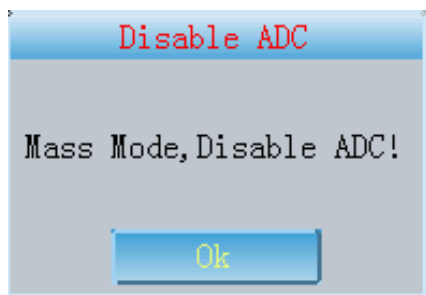

Fig. 13-10-2
- 3 Cliquer **MASS** et l'électrographe entre dans l'interface principale. En mode MASS mode, cliquer sur le bouton d'échantillonnage et le message à la Fig.13-10-2 apparaît.